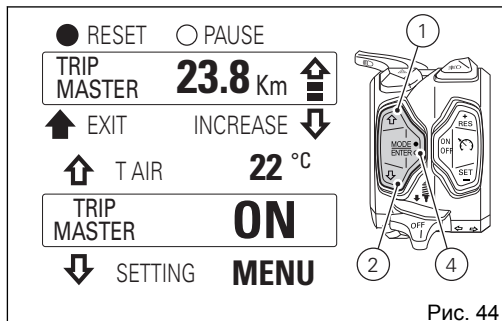

Рис. 44
Сверху меню отобразится меню счетчика Trip Master, которым можно управлять посредством кнопок (1), (2) и (4) (Рис. 44).